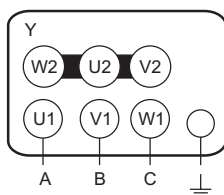

Рисунок 3
11.2 Вентиляторы с двигателями на номинальное напряжение Δ/Y 380/660В допускается также подключать к трехфазной сети с переменным напряжением 660В, предварительно переключив схему соединения обмоток двигателя в звезду Y 660В (см. рисунок 3), в противном случае двигатель может выйти из строя.